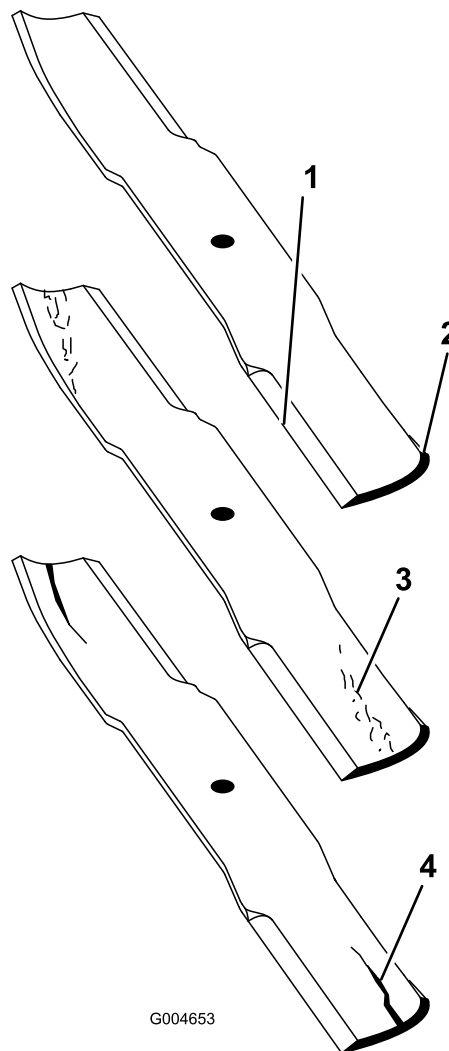

Figure 72
1. Examinez le tranchant des lames (Figure 72). Si les lames ne sont pas tranchantes ou si elles présentent des indentations, déposez-les et aiguissez-les. Voir Aiguisage des lames.
2. Inspectez les lames, surtout la partie relevée (Figure 72). Remplacez immédiatement toute lame endommagée, usée ou qui présente une entaille (Figure 72).